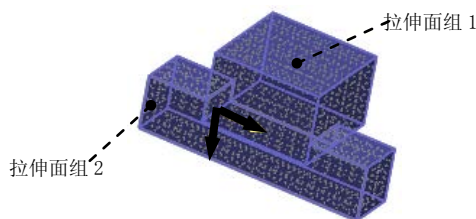

图 14.15 合并面组
(5) 单击  按钮, 完成特征的创建。
Step5. 将拉伸面组 1 与拉伸面组 2 进行合并, 如图 14.15 所示。
(1) 遮蔽参考件和坯料。在模型树中右击 **WP.PRT**, 从系统弹出的快捷菜单中选择 **遮蔽** 命令, 用同样的方法遮蔽 **HANDLE-FORK_MOLD_REF.PRT**。
(2) 按住 Ctrl 键, 依次选取拉伸面组 1 与拉伸面组 2。
(3) 单击 **分型面** 功能选项卡 **编辑** 区域中的 **合并** 按钮, 系统弹出“合并”操控板。
(4) 在“合并”操控板中单击  和  按钮, 在模型中选取要合并的面组的箭头方向, 如图 14.15 所示。
(5) 在操控板中单击 **选项** 按钮, 在“选项”界面中选中 ☒ 相交 单选项。单击  按钮。